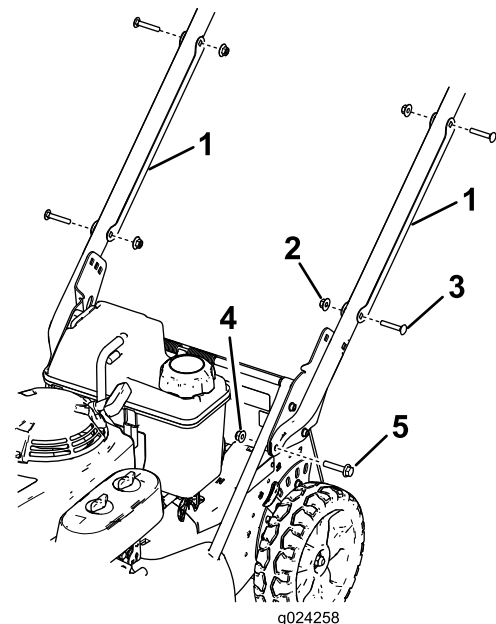

Figura 3
1. Retire los 2 pernos de cuello cuadrado y las 2 arandelas que sujetan cada protector de cable al manillar, y retire los protectores de cable del manillar (Figura 3)
2. Instale los extremos del manillar en la carcasa de corte con 2 pernos de cabeza hexagonal con arandela prensada (5/16" x 1 1/2") y 2 tuercas con arandela prensada (5/16"), según se muestra en Figura 3.
6. Posicione cada protector de cable en el manillar con los cables dentro del protector, y sujete cada protector al manillar con los 2 pernos de cuello cuadrado y las 2 contratuercas que retiró anteriormente (Figura 3).